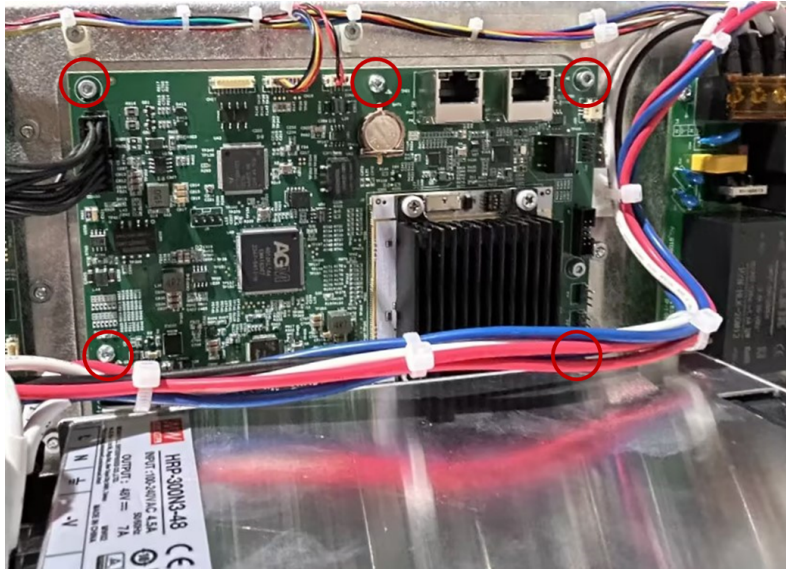

图 3-28: 螺钉位置
8. 将固定 Safe I/O 的内六角圆柱头螺钉全部拆下，取下 Safe I/O，装上新的 Safe I/O 并将螺钉固定好，如图 3-28所示；